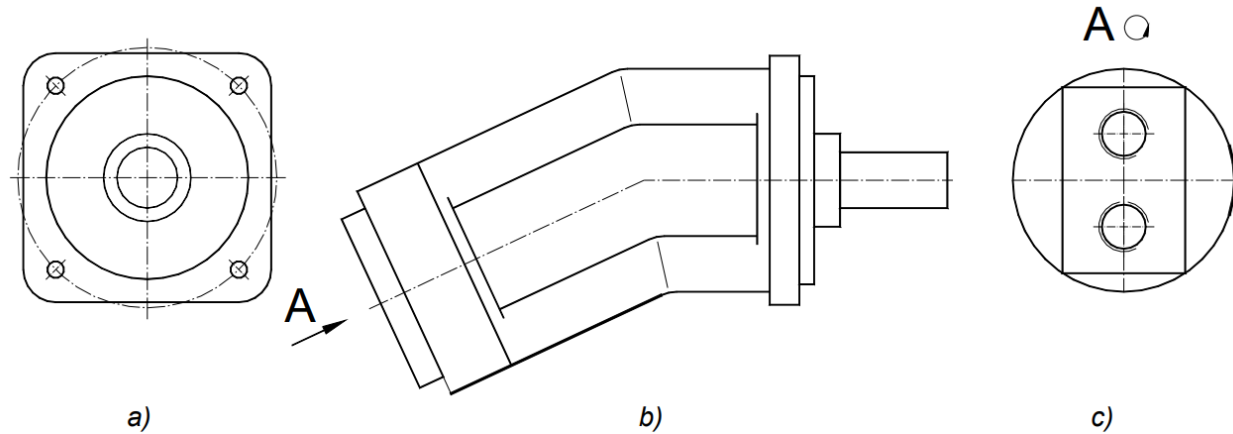

Fig.2. Vederea unei piese
- **Vedere obișnuită**, conform STAS 614-76 (de dispunere a proiecțiilor) (fig. 2-a și 2-b);
- **Vedere completă**, în care se reprezintă obiectul complet în proiecția respectivă (fig. 2);
Suprafețele striate, care au un relief mărunț uniform, se reprezintă în vedere numai pe o mică porțiune a conturului (fig.2).